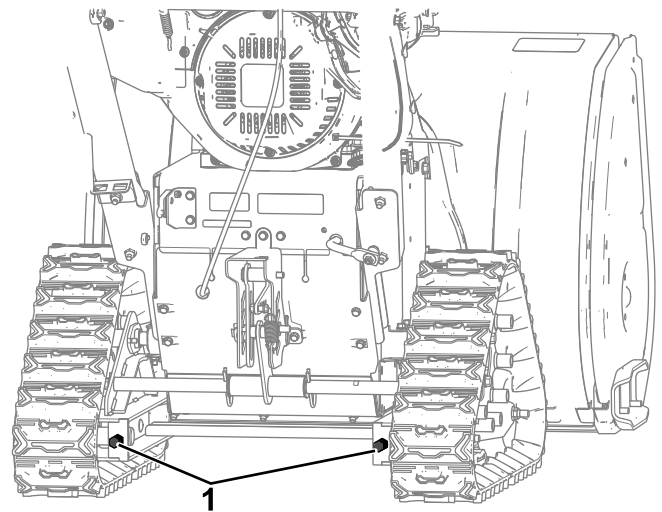

Bild 27
- B. Stellen Sie die Sechskantschraube nach Bedarf ein (Bild 27).